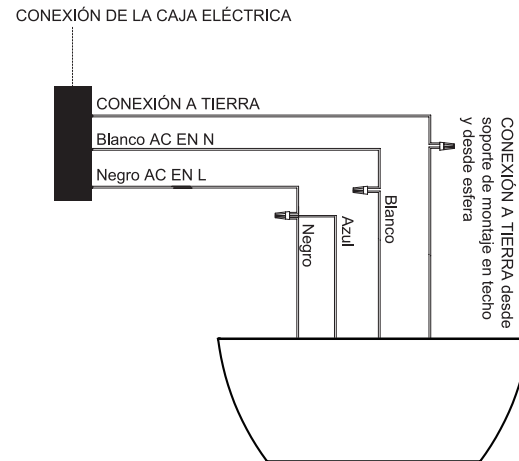

Fig. 12
Paso 1. Conecta el cable de alimentación del ventilador (negro) y el cable de alimentación de la luz (azul) al cable de alimentación doméstico (negro), tal y como se muestra en la (Fig. 12).
Paso 3. Conecta los cables de tierra del soporte de montaje en el techo y la esfera al conductor de conexión a tierra de la caja eléctrica del techo (Fig. 12).